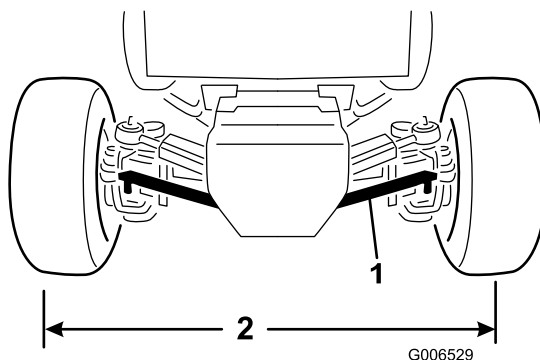

Figure 66
1. Enlevez la goupille fendue et l'écrou crénelé qui fixent une des rotules de biellette au support de montage sur le pont et détachez la rotule du pont (Figure 66).
3. Tournez la rotule de biellette dans un sens ou dans l'autre jusqu'à ce que l'entraxe soit égal à l'avant et à l'arrière des roues arrière (Figure 66).